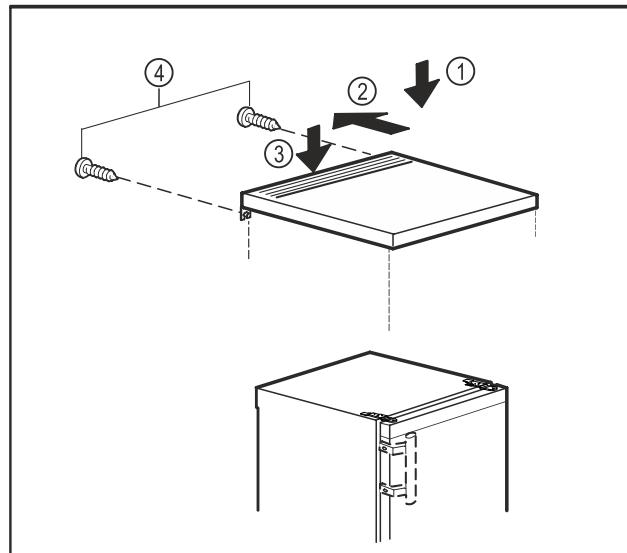

Fig. 10
- Vendosni pllakën e sipërme mbi pajisje. Fig. 10 (1)
- Shtyni pllakën e sipërme për nga pas. Fig. 10 (2)
- Shtypni për poshtë pllakën e sipërme në pjesën e pasme. Fig. 10 (3)
- Shtrëngoni vidat në pjesën e pasme. Fig. 10 (4)